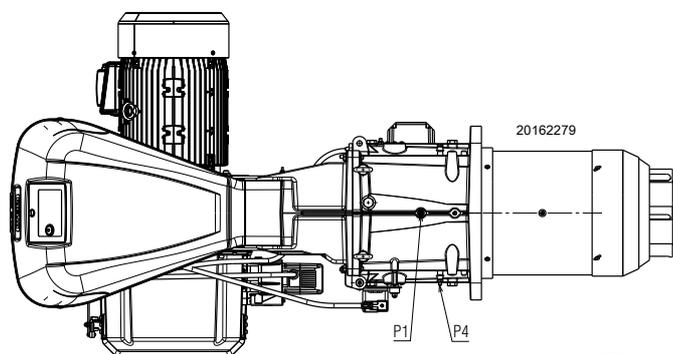

图 25
测试点 P1(图 25)处测得的燃气压力，此时：
- 用测试点 P1(图 25)测得的燃气压力减去炉膛背压。
$$\begin{aligned} \text{测试点 P1)(图 25)处的燃气压力} &= 27.6 \text{ mbar} \\ \text{炉膛背压} &= 2 \text{ mbar} \\ 27.6 - 2 &= 25.6 \text{ mbar} \end{aligned}$$
计算测试点 P1(图 25)处所需燃气压力，将燃烧器以最大出力运行：
- 读出右边栏 1 所示测试点 P1(图 25)压力。
测试点 P1(图 25)处所需燃气压力。